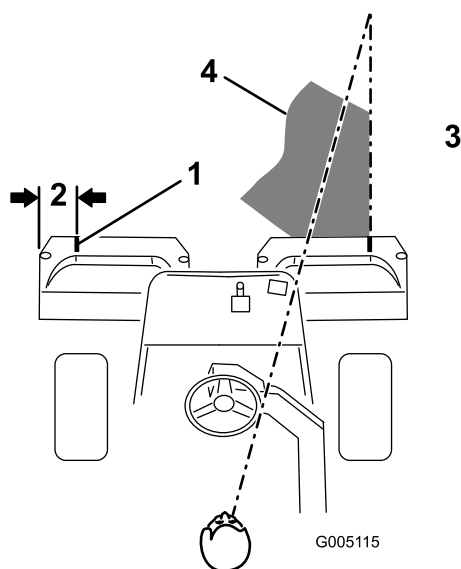

Figura 9
9. Aperte os parafusos de montagem (**Figura 9**).
2. Coloque uma fita branca ou pinte um tira em cada um dos cestos, paralelamente à extremidade exterior de cada cesto (**Figura 9**).